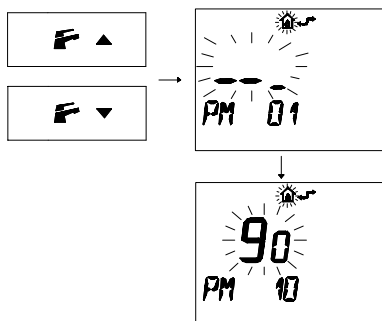

Figura 5.35
- Premere i pulsanti  ▼ o  ▲ per visualizzare la programmazione "PM10" selezione della frequenza di accensione (Figura 5.35).
- Nella Figura 5.35 si visualizza un SET programmato di 90 corrispondente ad un tempo di riaccensione di 3 minuti circa. Il campo di regolazioni è da 0 a 8 minuti e mezzo.